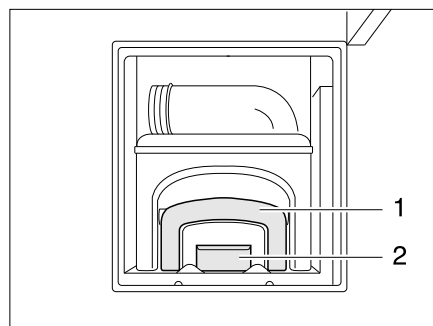

Bild 247 Zugang Fäkalientank, geöffnet
- Entriegelung (Bild 247,2) betätigen und Fäkalientank (Kassette) am Griff (Bild 247,1) herausziehen.